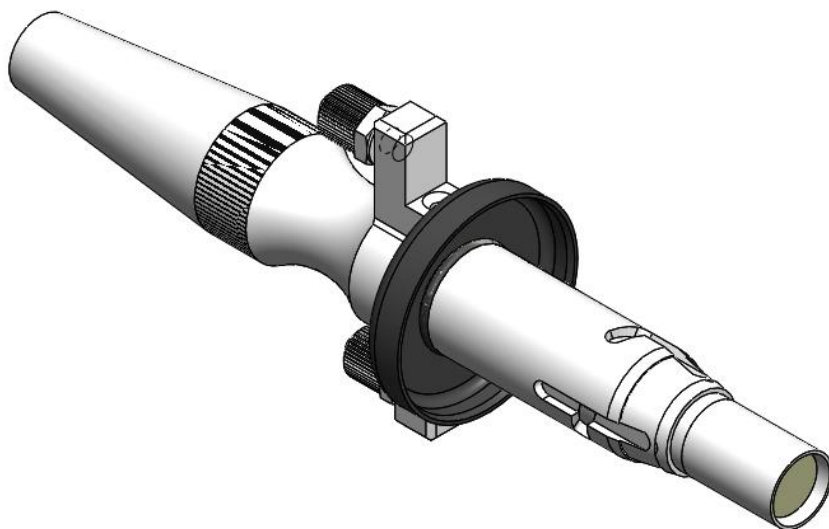

图1.8
② 将配件中白色小盒子内的防尘套套进光纤头上，如下图1.8所示：